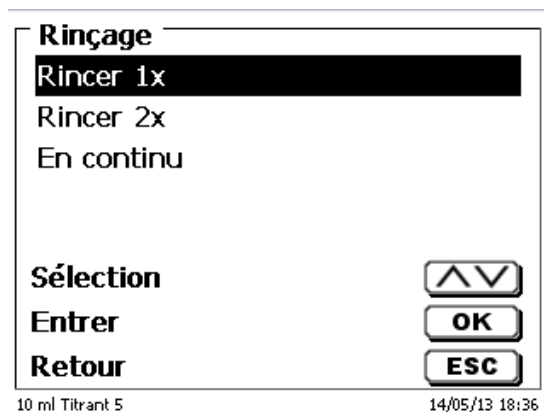

Fig. 22
- La tige de piston doit dépasser de l'unité interchangeable de 1 à 2 cm (Fig. 22 a). Basculer l'unité interchangeable vers l'avant de sorte que la face inférieure inclinée vienne reposer à plat sur la paillasse de laboratoire (Fig. 22 b). De ce fait, le piston rejoint sa position exacte. S'il arrive qu'un piston soit trop enfoncé dans le cylindre en verre, il suffit de sortir un peu le piston et de l'amener à nouveau dans la bonne position comme décrit ci-dessus.